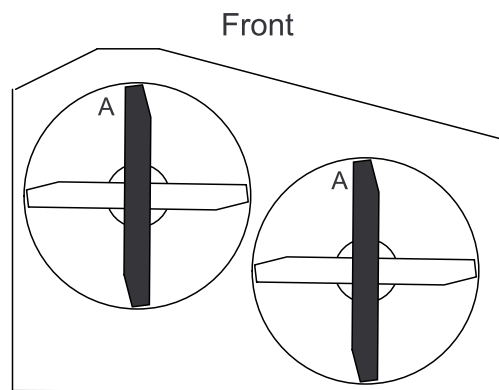

Рисунок 48
3. Поверните ножи так, чтобы их концы были направлены вперед и назад. Измерьте расстояние от горизонтальной поверхности до режущей кромки ножей в положении А, (Рисунок 48).